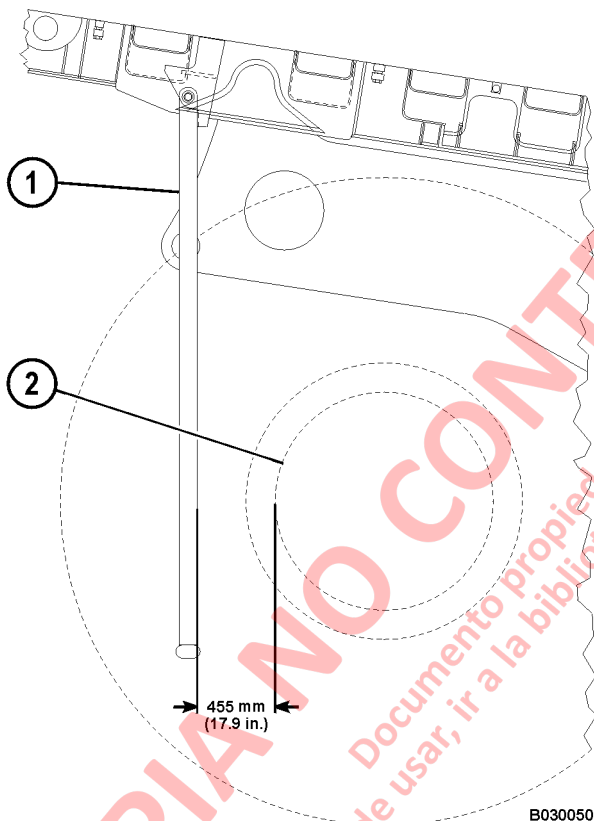
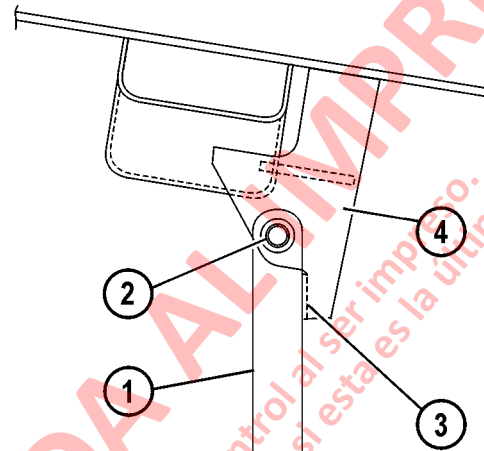

FIGURA 3-7. INSTALACIÓN DEL EYECTOR DE ROCAS
FIGURA 3-8. SOPORTE DE MONTAJE DEL EYECTOR DE ROCAS
2. Con el camión estacionado en una superficie nivelada, el brazo del eyector de rocas (1, Figura 3-7) debe estar a aproximadamente 454.5 mm (17.9 in.) desde la carcasa de la rueda (2).
**NOTA:** Con el brazo del eyector de rocas colgado en forma vertical, como se muestra en Figura 3-7, no debe haber ningún espacio en el bloque de tope. (3, Figura 3-8).
4. En cada cambio de turno, inspeccione si hay desgaste o daño en los soportes de montaje (4, Figura 3-8), pasadores (2) y bloques de tope (3). Repare si es necesario.